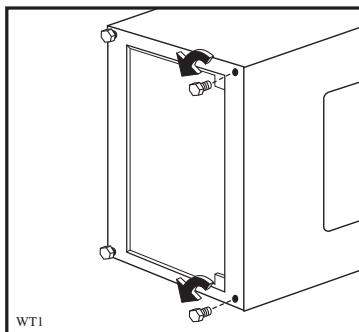
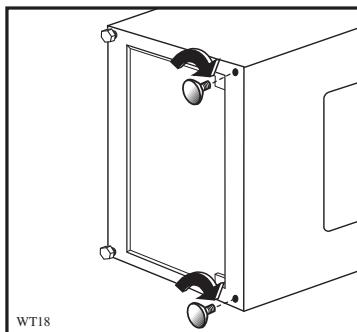

Fig 1
Fig 1a
- Ta av de främre fötterna (fig. 1) och byt ut dem mot motsvarande fötter av gummi (fig. 1a).